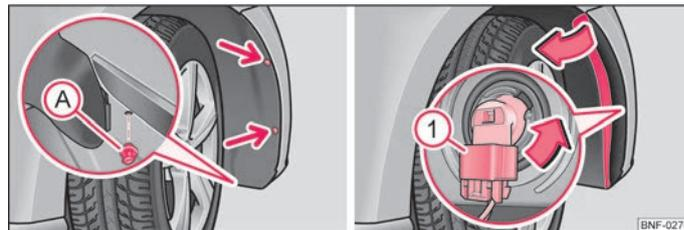

Fig. 121 Passaruota anteriore: Sostituzione delle lampadine per i fendinebbia
- Con l'aiuto del cacciavite nell'attrezzatura di bordo svitare le due viti di fissaggio del rivestimento del passaruota (freccia) ⇒ fig. 121.
- Ribaltare a lato il rivestimento del passaruota, estrarre il connettore **1** ⇒ fig. 121.